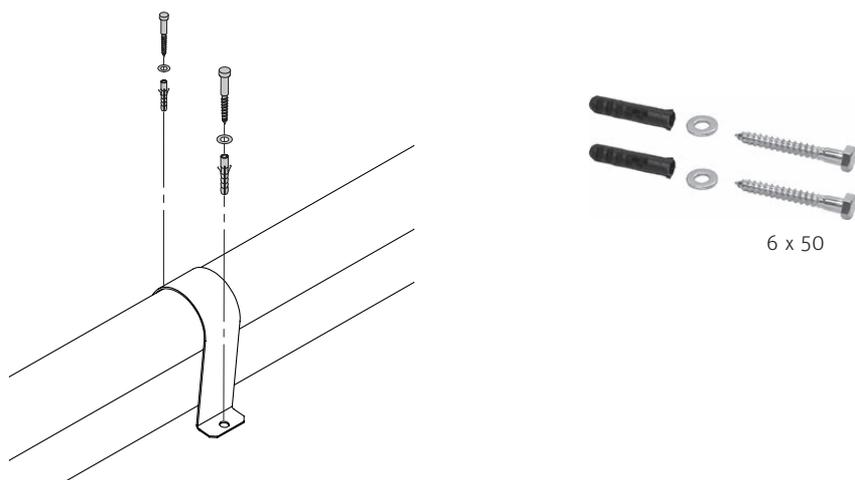

Fig. 37 Fissare i tubi e le fascette nella stiva di stoccaggio
- ▶ Per le sonde più lontane e i tubi più lunghi, entrambi I tubi dovrebbero essere fissati insieme al pavimento della stiva con le clips di fissaggio (accessorio) – Fig. 37.
- ▶ Fissare le sonde e le clips di fissaggio al pavimento con 2 viti da legno a testa esagonale 6x50 e rondelle a U – Fig. 37.